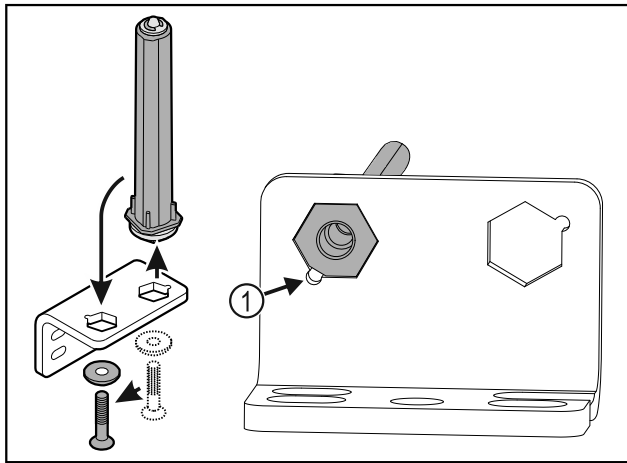

Fig. 39
- ▶ 在安装时请注意, 让螺栓斜面 Fig. 39 (1) 朝向圆孔。